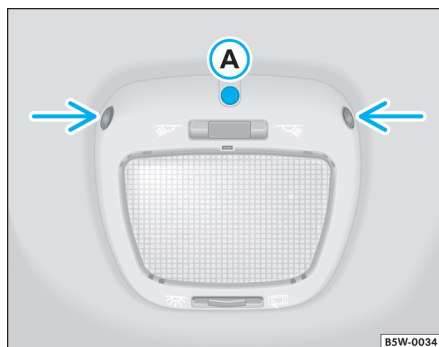

Fig. 33 Botón para desactivar la vigilancia del habitáculo
- Apriete el botón **A** ⇒ fig. 33. Durante 90 segundos, la luz de control localizada al lado del botón de trabado de la puerta del conductor, parpadeará más rápido. El sistema de alarma queda activado, pero la vigilancia queda desactivada hasta el próximo trabado del vehículo.
La monitorización del compartimento interno es activado automáticamente juntamente con el sistema de alarma. El sensor y el receptor se encuentran en el soporte de la luz interior ⇒ fig. 33. Para no perjudicar el funcionamiento de la monitorización del habitáculo, estos sensores no deben estar cubiertos.